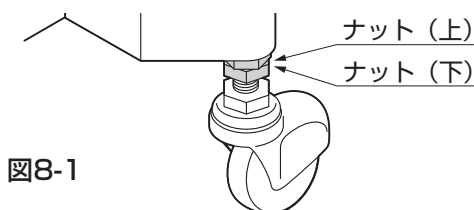

図8-1
②キャスターについている「ナット(上)」、「ナット(下)」を上にあけて固定してください。(図8-1参照)